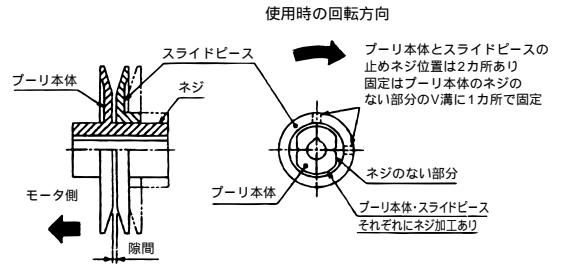

図1
3. 下記の調節方法に従い、可変ブリーのPC を調節します。(図1)